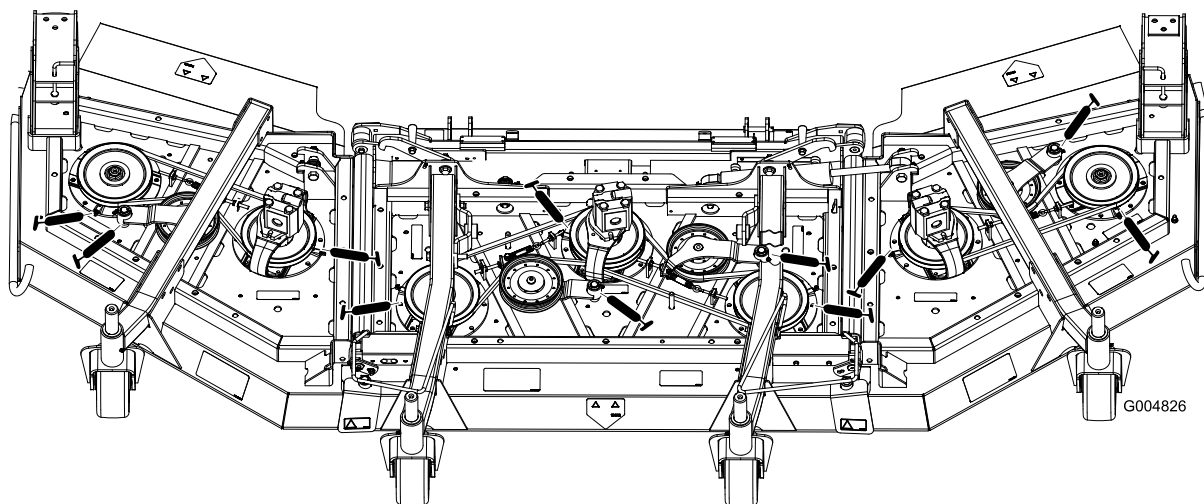

Figure 40
- Paliers d'axe de pivot (3) (Figure 40)
- Bagues de pivot de bras de poulie de tension (2) (Figure 40).